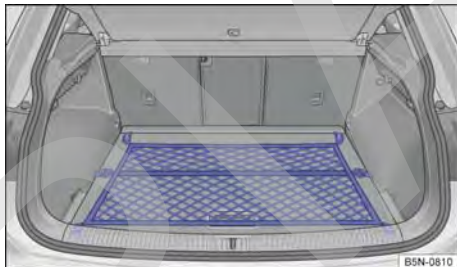

Fig. 196 En el maletero: bolsa de red enganchada a ras del piso.
- Fije los ganchos de la bolsa en las argollas de amarre delanteras → **fig. 196** → ⚠. La cremallera de la bolsa tiene que quedar hacia arriba.
- Fije los ganchos del otro extremo de la bolsa de red en las argollas de amarre situadas debajo del umbral de carga → **fig. 196**.